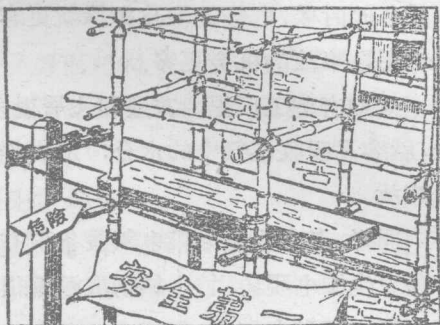
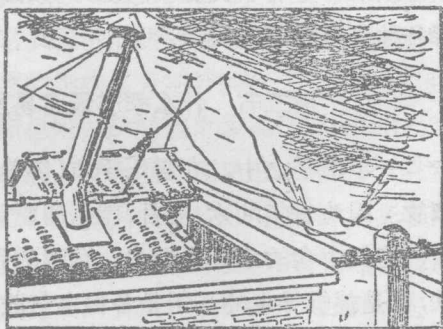

图7 在电綫附近修理房屋，搭脚手架、掛橫幅，当心触电
图8 在电綫附近修理或架設烟囱，当心触电
(4)在电綫附近修理房屋、搭脚手架、掛橫幅、架設或修理烟囱，都应该不碰到电綫，并且应有适当的安全距离或隔离保护，否則容易发生触电事故（見图7及图8）。